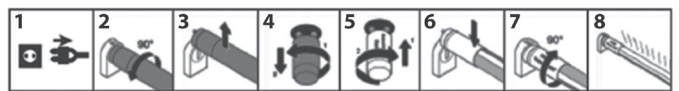

Abb. 1
- Im Falle einer Lampe mit einer Drossel** genügt es, die herkömmliche Leuchtstoffröhre zu entfernen, den Leuchtstoffröhrenstarter zu entfernen, stattdessen einfach den mitgelieferten „LED-Treiber“ zu installieren und die LED-Röhre einzubauen (dies kann von jedem Benutzer ohne Einsatz eines Fachelektrikers problemlos durchgeführt werden), siehe Abb. 1.
- Bei diesen Arten von Leuchten kann die Standard-Leuchtstoffröhre direkt durch die LED-Röhre ersetzt werden. Entfernen Sie einfach den Leuchtstoffröhrenstarter bei ausgeschalteter Stromversorgung aus der Leuchte und ersetzen Sie ihn durch den mitgelieferten „LED-Treiber“ gemäß dem in den Schritten 1 bis 8 in Abb. 1 beschriebenen Verfahren. Dieser Austausch darf von einer Person ohne entsprechende elektrische Qualifikation durchgeführt werden.
Beschreibung der Schritte 1-8 in Abb. 1